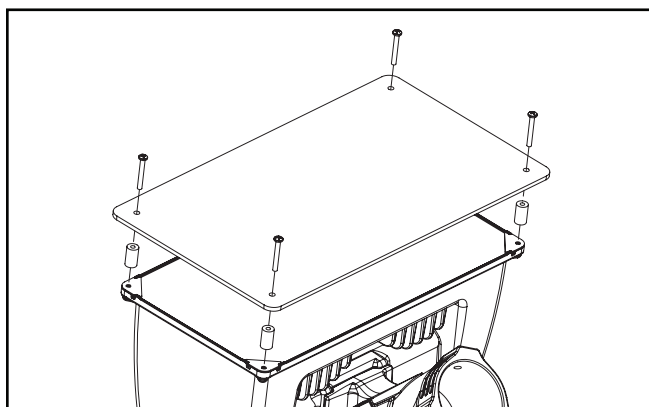

Figure 7.
## Protecteur anti-bris (Figure 7).
1. Desserrez et retirez les quatre (4) vis à tête cruciforme 10-24 situées sur la face du luminaire.
2. Alignez les quatre (4) entretoises de 22,2 mm avec les trous existants.
3. Utilisez les quatre (4) vis 10-24 x 38,1 mm pour fixer fermement le protecteur anti-bris sur le dessus du luminaire. (Figure 7.)